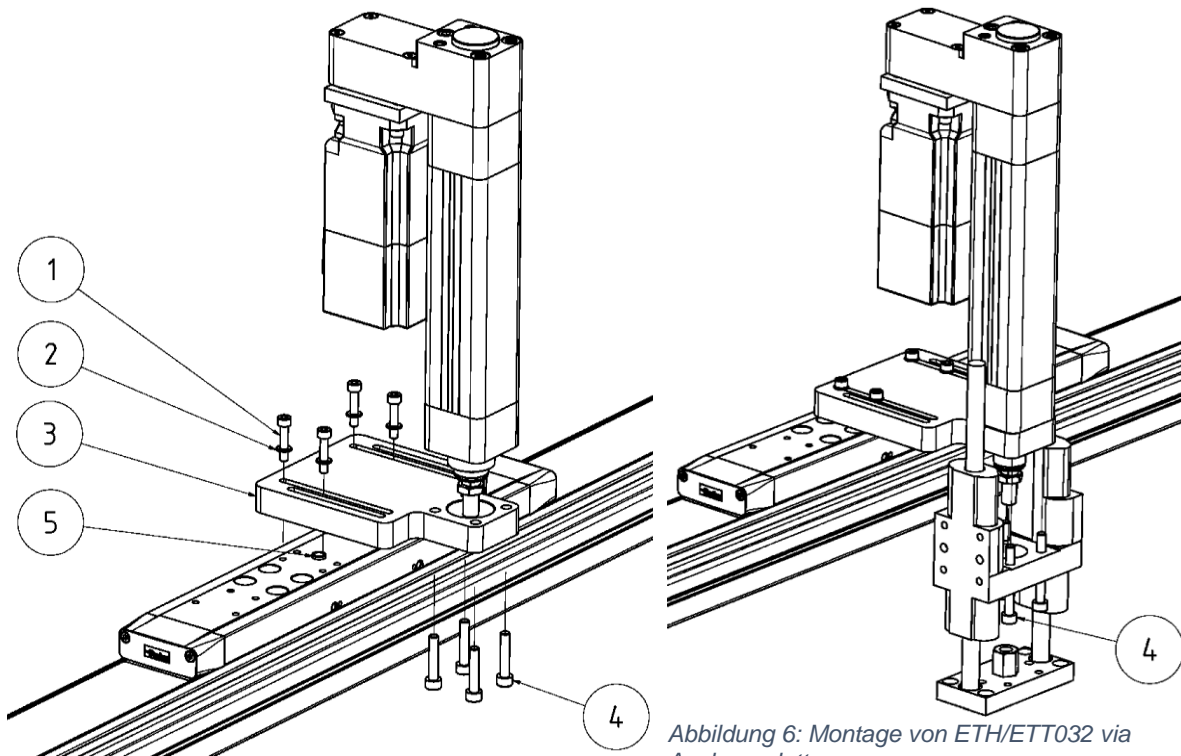

Abbildung 6: Montage von ETH/ETT032 via Auslegerplatte
- ◆ Entfernen Sie beide Zentrierhülsen aus dem Läufer der Linearachse (siehe Abbildung 6: Montage von ETH/ETT032 via Auslegerplatte: Pos. 5).
- ◆ Fixieren Sie die Auslegerplatte mit den mitgelieferten Schrauben (siehe Abbildung 6: Montage von ETH/ETT032 via Auslegerplatte: Pos. 1) auf dem Läufer. Schrauben nur leicht anlegen.
- ◆ Stellen Sie den gewünschten Überstand der Auslegerplatte zu der Linearachse ein und ziehen Sie die Schrauben (siehe Abbildung 6: Montage von ETH/ETT032 via Auslegerplatte: Pos. 1) kreuzweise mit dem erforderlichen Anzugsdrehmoment (siehe Tabelle 6: Anzugsmomente Auslegerplatte) fest.
- ◆ Befestigen Sie den ETH/ETT-Zylinder mit den mitgelieferten Schrauben (siehe Abbildung 6: Montage von ETH/ETT032 via Auslegerplatte: Pos. 4) und dem erforderlichen Anzugsdrehmoment (siehe Tabelle 6: Anzugsmomente Auslegerplatte) über Kreuz. Bei Verwendung des ETH-Zylinders mit Parallelführung, setzen Sie vorher die Parallelführung unten an die Auslegerplatte und fixieren Sie die gesamte Einheit mit den mitgelieferten Schrauben.
Anzugsmoment Auslegerplatte (siehe Abbildung 6: Montage von ETH/ETT032 via Auslegerplatte: Pos. 1)
Anzugsmoment ETH/ETT (siehe Abbildung 6: Montage von ETH/ETT032 via Auslegerplatte: Pos. 4)